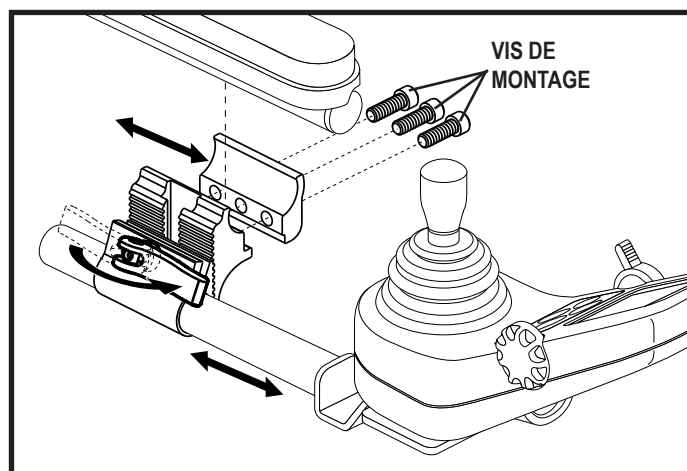

Figure 31. Position du contrôleur – profondeur
4. Desserrez les vis sur le bloc de montage du contrôleur. **Voir la figure 31.**